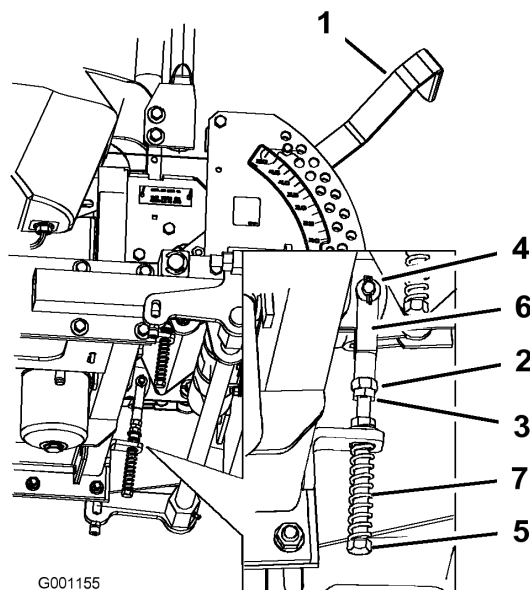

Figura 63
8. Si es necesario un ajuste, afloje la tuerca y la contratuerca contra la horquilla (Figura 63).
9. Aplique una ligera presión hacia atrás en la palanca de control de movimiento, gire la cabeza del perno de ajuste en el sentido apropiado hasta que la palanca de control esté centrada en posición de bloqueo/punto muerto (Figura 63).
10. Apriete la tuerca y la contratuerca (Figura 63).